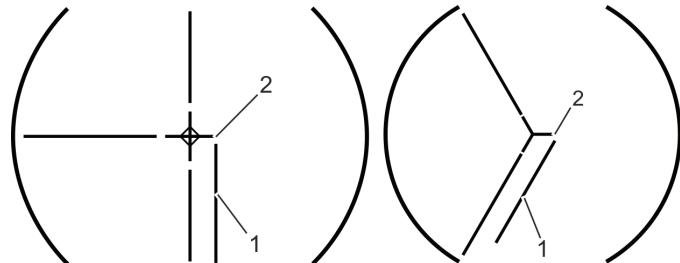

Рис. 45 Проезд для транспорта (четыре и три створки)
6. Повернуть ручку на крестовине (рис. 45/1) обратно для того, чтобы зафиксировать створку (рис. 45/2).
» После этого будет создан проезд для транспорта (рис. 45).